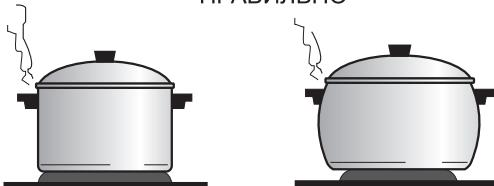

Рис. 2
- Для правильной работы плиты посуда должна иметь плоское дно. Диаметр посуды должен равняться или быть немного больше диаметра конфорки (рис. 2).